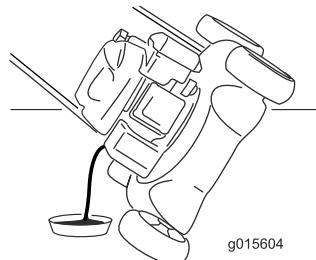

Figura 27
- Coloque la máquina de lado con la varilla de aceite hacia abajo para drenar el aceite usado a través del tubo de llenado al recipiente (Figura 27).